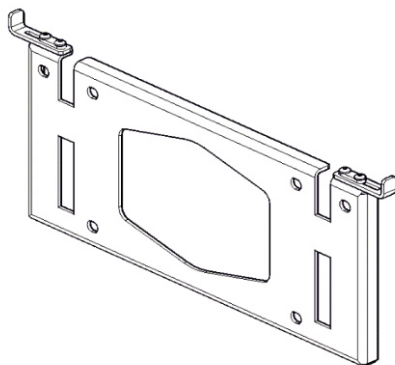
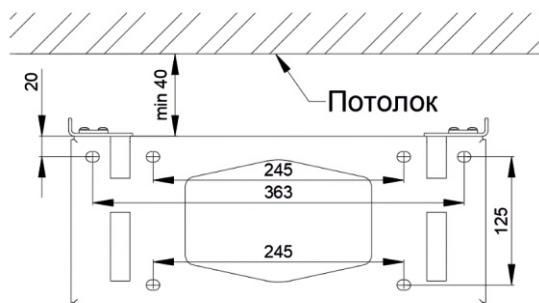

Рис. 2
Рис. 3
- 4 Извлеките из упаковки монтажную пластину (рис.2) и используя ее как шаблон (рис. 3) разметьте места установки анкеров для крепления обливного устройства к стене. Монтажная пластина устанавливается на твердую и ровную стену, с отступом от потолка не менее 40 мм. Для крепления монтажной пластины используются шесть шурупов глухарей с диаметром стержня не менее 8 мм в случае с деревянной стеной, или шесть анкерных болтов с диаметром стержня не менее 8 мм в случае с каменной стеной. При затяжке крепежа следует прилагать умеренное усилие (примерно 25 Нм). Недостаточное усилие снижает надежность крепления, а избыточное может привести к деформации монтажной пластины. Длина и тип крепежа подбирается монтажной организацией индивидуально исходя из несущей способности стены. Крепеж должен выдерживать вес обливного устройства наполненного водой. Крепеж в комплект поставки не входит. Рекомендуется использовать крепление монтажной пластины на шпильки M10 (см. рис.4).
Комплект потолочных креплений предназначен для крепления обливного устройства к потолку, при использовании потолочных креплений монтажная пластина (рис.2) на обливное устройство не устанавливается. В комплект входит 6 уголков, 12 болтов и 12 гаек. (рис. 7)